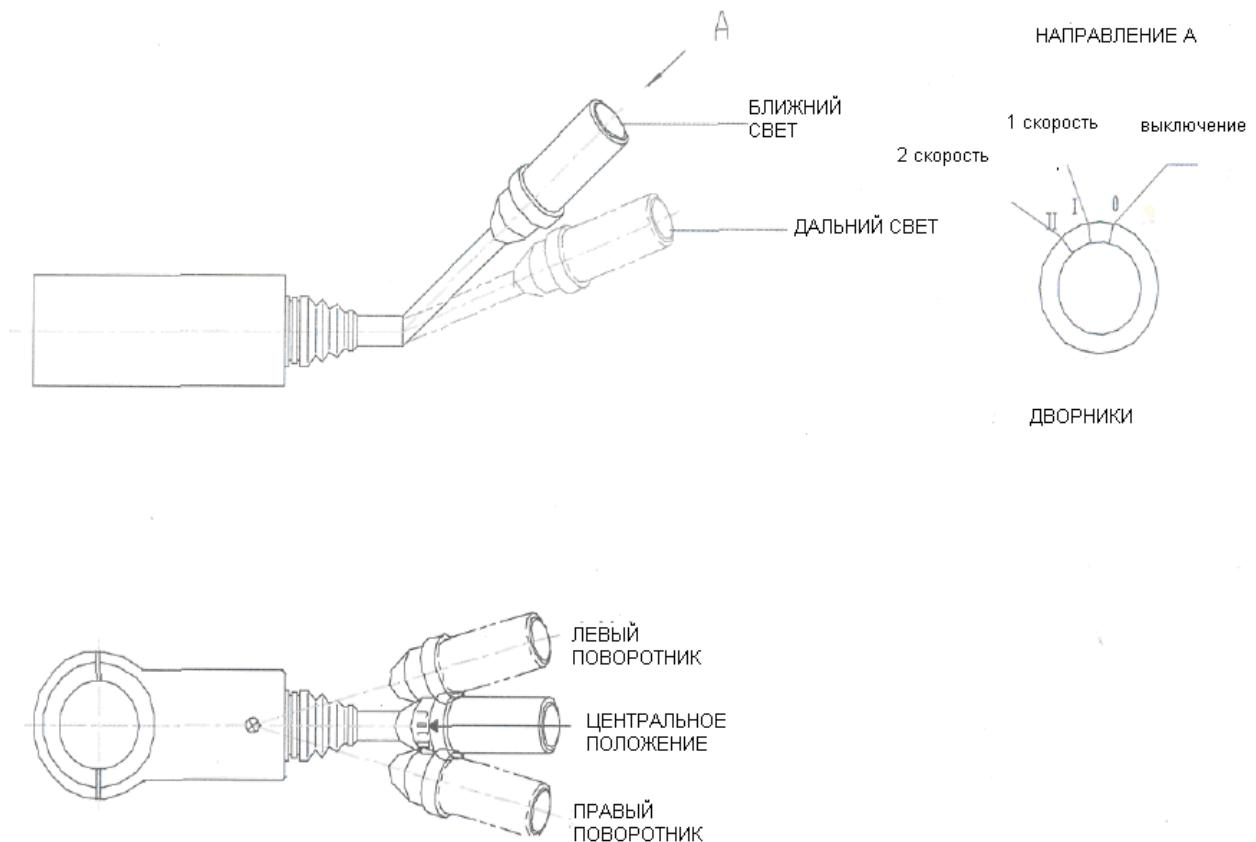

Рис. 7
8. Пакетный выключатель: см. рисунок 7.